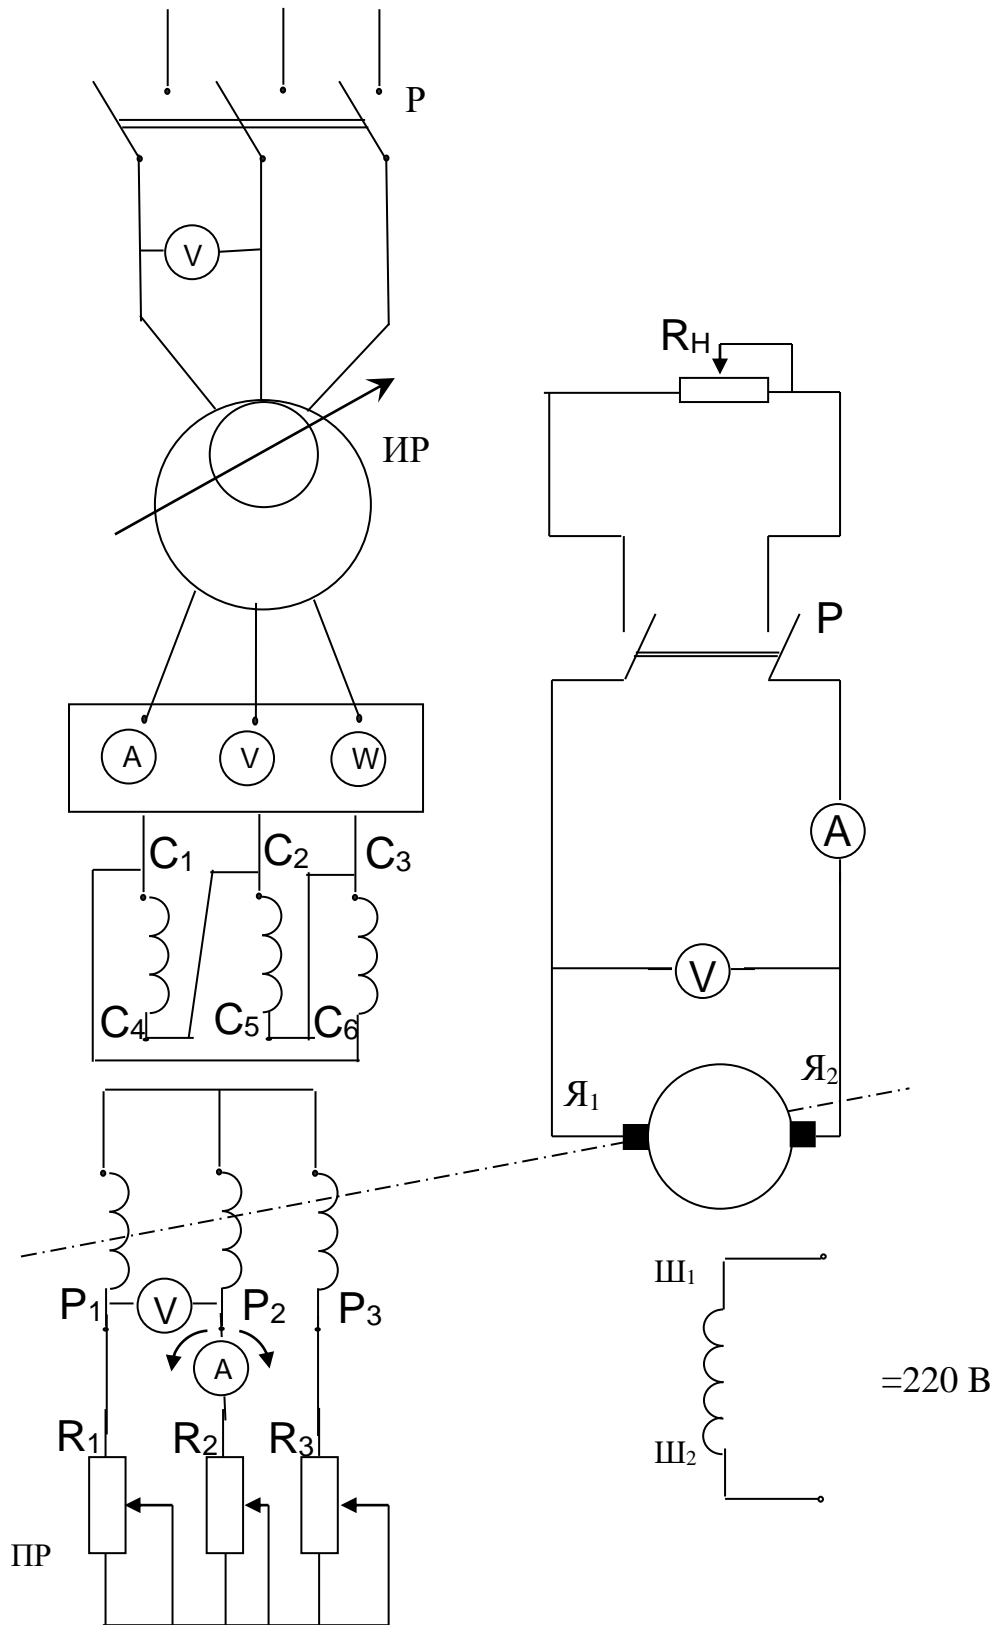

Рис. 1
3.2. Перед пуском в ход следует определить коэффициент трансформации и номинальное напряжение обмотки ротора. С этой целью, при разомкнутой обмотке ротора (рис. .1) двигатель подключают к сети, и регулируя индукционным регулятором, записывают несколько значений напряжения обмотки статора (в том числе и для номинального значения напряжения) и, соответствующие им, значения напряжения обмотки ротора.
3.4 Характеристики холостого хода. Опыт проводится по схеме рис.1 при соединении обмотки статора в треугольник. Показания приборов заносятся в таблицу 1. и строятся характеристики холостого хода I_0 , P_0 , $\cos\varphi_0=f(U_0)$, показанные на рис 2.